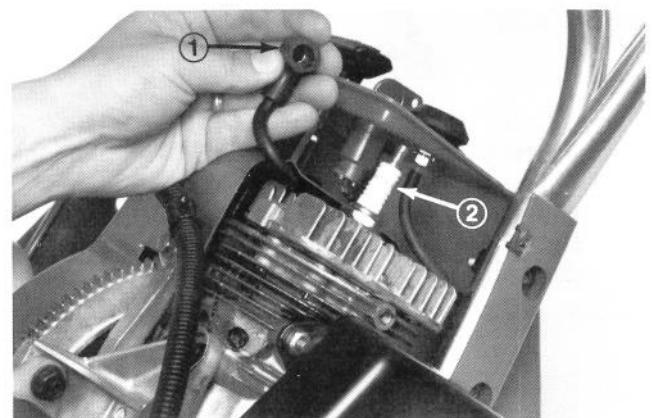

Abb. 20
5. Das Hochspannungskabel von der Zündkerze abziehen und die Kerze herausschrauben (Abb. 20).
7. Das Hochspannungskabel mit der Zündkerze verbinden (Abb. 20).